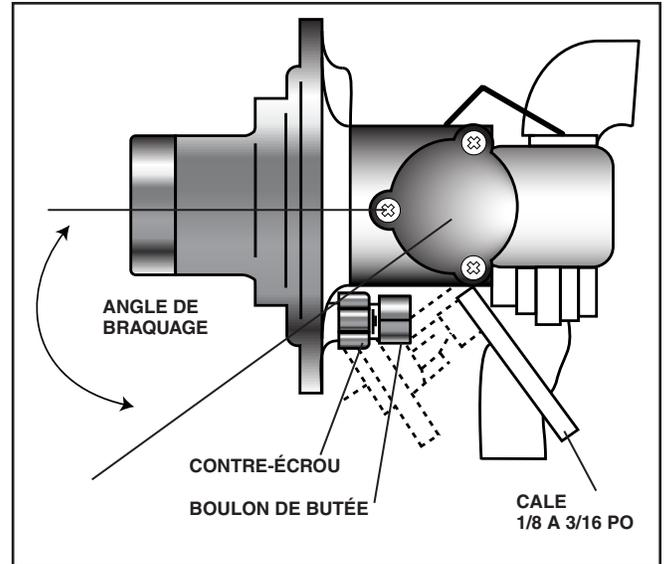

Figure 12 - Boulon de butée à l'angle maximal de braquage
- c. Tourner les roues vers la droite au maximum, tout en respectant les angles de braquage indiqués. Voir Figures 12 et 13.
- c. Tourner les roues vers la gauche au maximum jusqu'à ce qu'il y ait contact avec la cale de 1/8 po à 3/16 po tout en respectant les angles de braquage indiqués. Voir Figures 12 et 13.